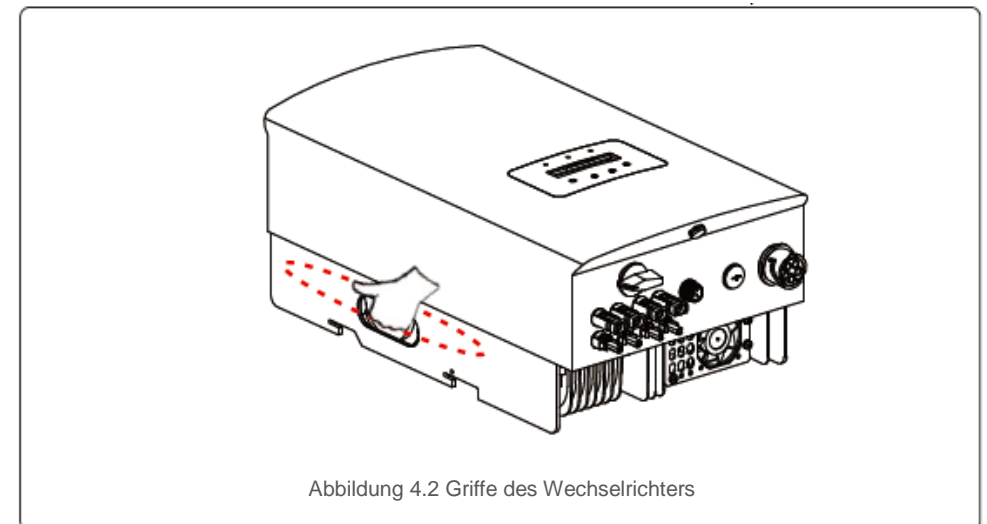

Abbildung 4.2 Griffe des Wechselrichters
2. Öffnen Sie den Karton und handhaben Sie den Wechselrichter an beiden Seiten durch die mit einer gestrichelten Linie markierte Fläche (siehe Abbildung 4.2).